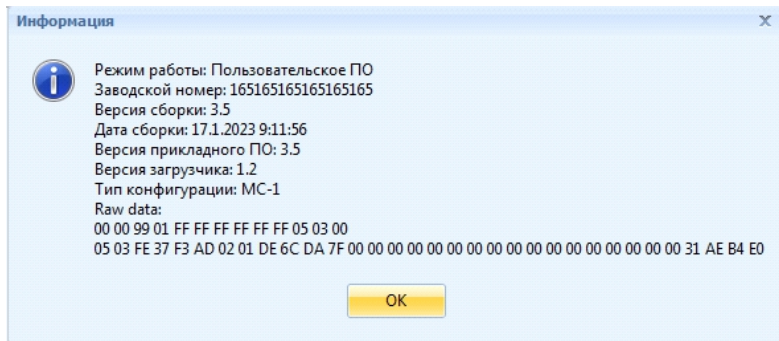

Рисунок 10.3
10.4 Для проверки состояния модуля необходимо выбрать «Действия» => «Информация об устройстве» (рисунок 10.3).